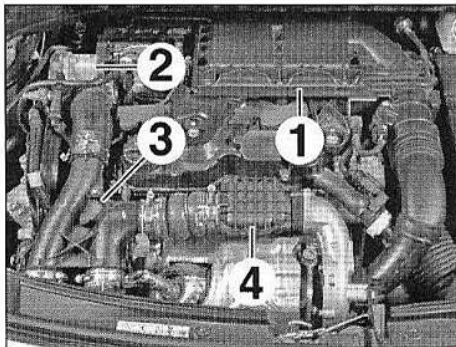
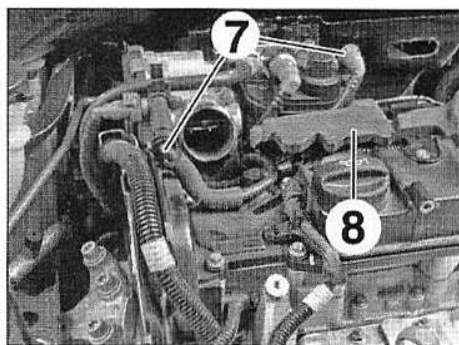
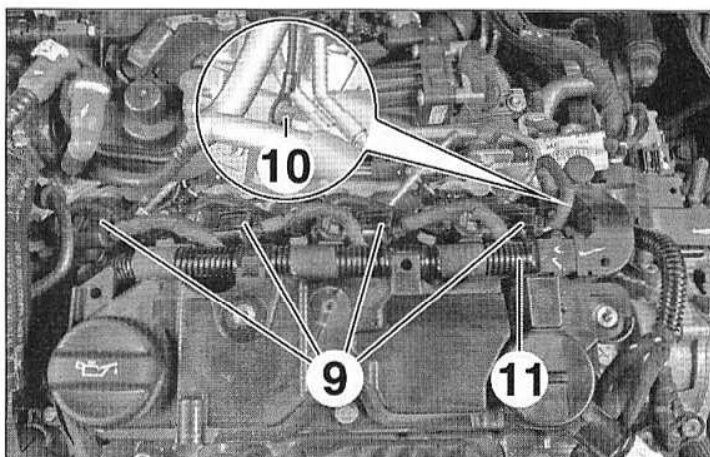

FIG.70
FIG.80
FIG.81
- le boîtier de filtre à air (1) (Fig.70) (voir opération concernée),
- le papillon motorisé (2) (voir opération concernée),
- le boîtier by-pass d'air suralimenté (3),
- l'atténuateur de bruit (4),
- les vis (5),
- l'agrafe (6).
- Débrancher et dégraffer les canalisations de retour de carburant (7) (Fig.80).
- Déposer l'insonorisant (8).
- Débrancher les connecteurs (9) des injecteurs (Fig.81).
- Déposer la vis (10).
- Dégraffer et écarter le faisceau (11).